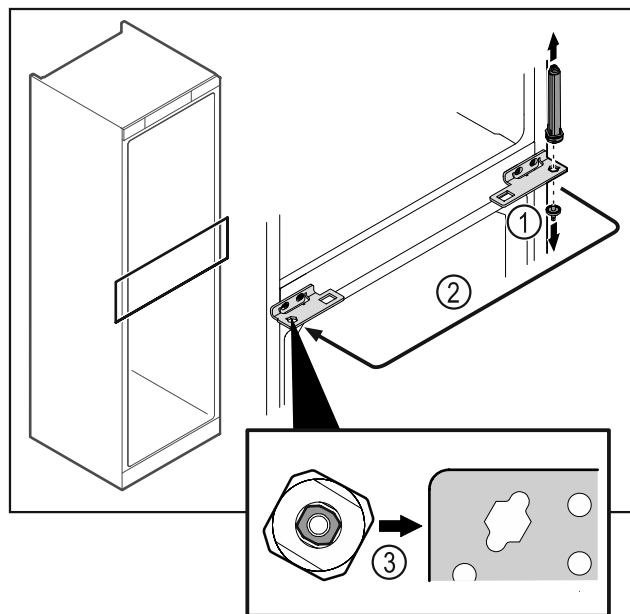

Fig. 47
- ▶ Ξεβιδώστε τον πείρο του μεντεσέ Fig. 47 (1).
- ▶ Μεταφέρετε το σύστημα κλεισίματος πόρτας Fig. 47 (2).
- ▶ Βεβαιωθείτε ότι κατά την τοποθέτηση η λοξοτομή του πείρου είναι στραμμένη Fig. 47 (3) προς τη στρογγυλή οπή.